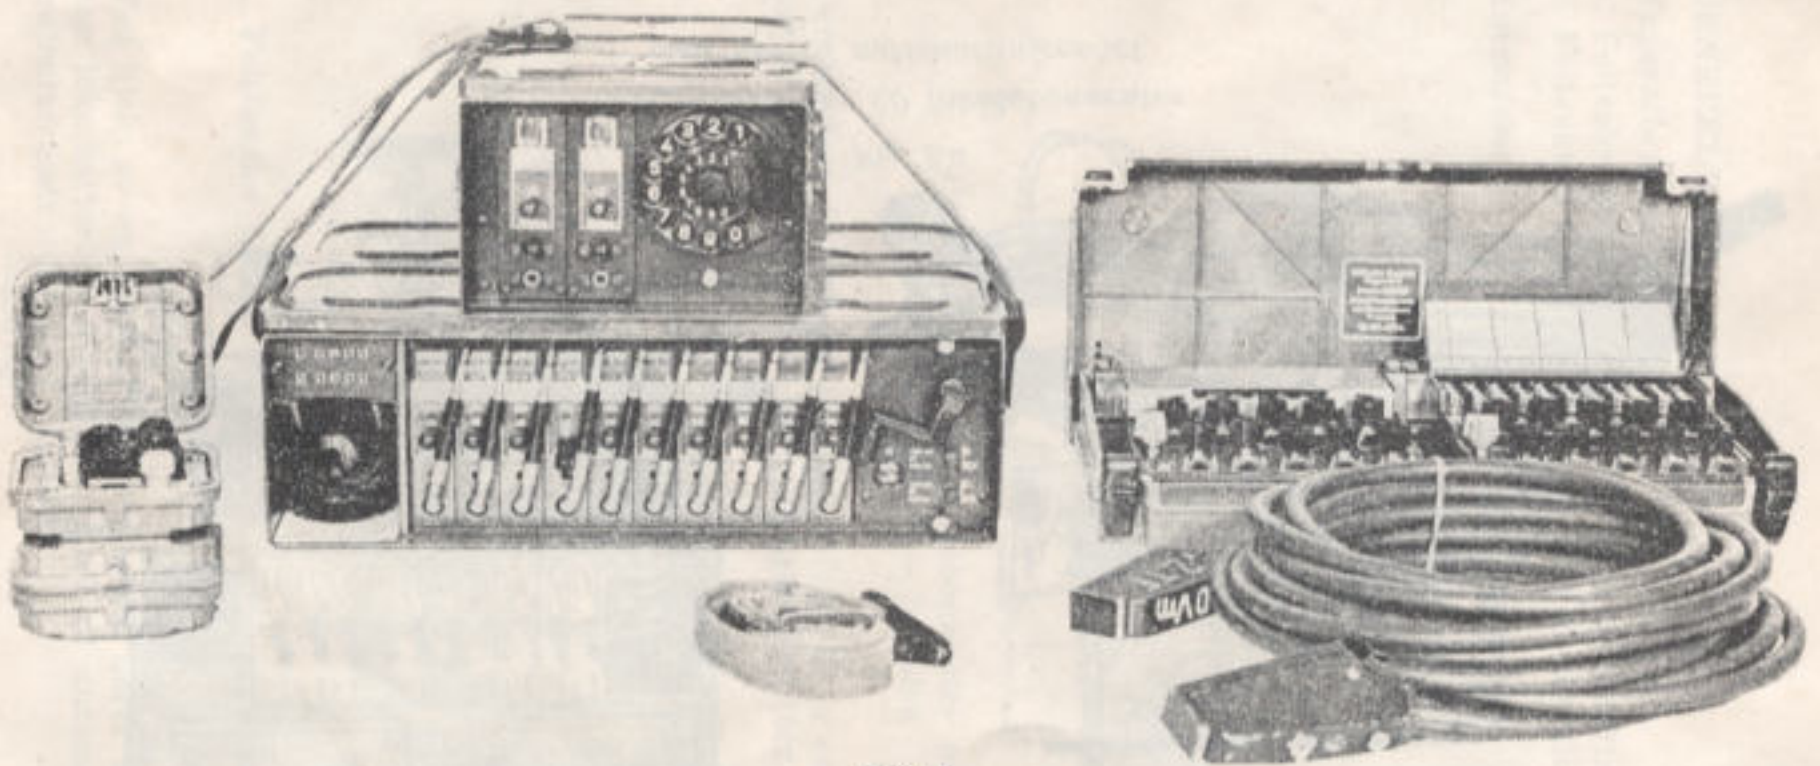

Fig 1
- a. Feltveksler for 10 abonnenter med automatlinjeeenhet (fig 1).